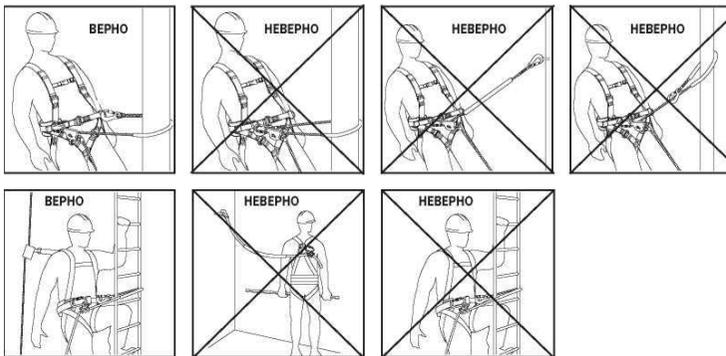

Рис. 8
**ПРИМЕРЫ ЭКСПЛУАТАЦИИ РЕГУЛИРУЕМОГО СТРОПА (рис. 8)**